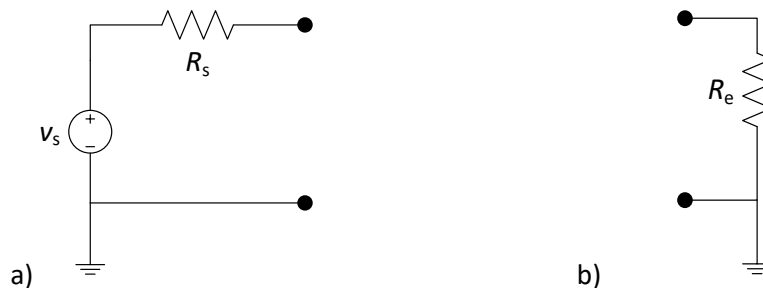

Figura 1. a) Model circuital de la sortida principal d'un GF. b) Model circuital de l'etapa d'entrada de l'OSC.
Un GF produeix senyals que poden utilitzar-se per al test de components, circuits i sistemes electrònics. Les formes d'ona habituals són la triangular, la quadrada i la sinusoidal, disponibles en una sortida principal i seleccionables una a una. A més, és habitual que hi hagi una sortida addicional de polsos digitals TTL/CMOS. Solen comptar també amb una entrada per a modular la sortida principal mitjançant senyals interns o externs. S'incorporen, a més, controls per a ajustar l'amplitud, nivell de continua (offset), freqüència i cicle de treball dels senyals generats. Per últim, la impedància interna de la sortida principal sol ser de 50 Ω . La Figura 1.a mostra un model circuital de la sortida principal on pel terminal de referència (terminal baix) s'utilitza el símbol del terra (de la instal·lació elèctrica). Això vol dir que existeix una connexió física (a través del cable d'alimentació) entre el terra elèctric i el terminal baix de sortida del GF (massa, que també està connectada al xassís de l'instrument).
D'altra banda, la impedància d'entrada, igual que en els MD, està composta d'una resistència R_e en paral·lel amb una capacitat d'uns pocs picofaradis. Un model circuital simple de l'etapa d'entrada es representa a la Figura 1.b, on només s'utilitza R_e i pel terminal de referència (terminal baix) s'utilitza el símbol del terra, ja que físicament estan connectats (excepte en oscil·loscopis portàtils). Això vol dir que quan utilitzem un GF i un OSC que tinguin ambdós els terminals de referència connectats al terra, haurem de connectar-los físicament al mateix punt per tal de no provocar un curtcircuit involuntari. No passa el mateix quan utilitzem un instrument amb sortida o entrada flotant (per exemple FA i MD). En aquest cas, el terminal de referència de l'instrument es pot connectar on es vulgui. Una manera d'augmentar la impedància d'entrada i, per tant, reduir l'efecte de càrrega d'un OSC és utilitzar sondes però la seva descripció queda fora de l'àmbit d'aquesta pràctica.
- b. Representeu el circuit equivalent utilitzant pel GF el model de la Figura 1.a amb el valor de resistència trobat a la qüestió P1.a i per a l'OSC el model de la Figura 1.b amb el valor de resistència trobat a la qüestió P3.c.